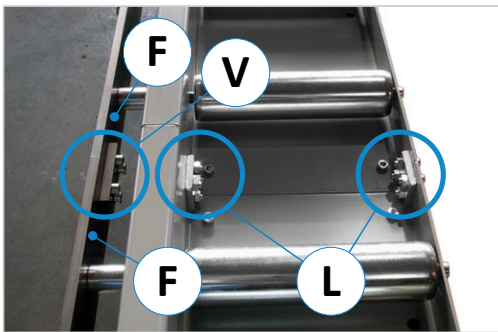

Abbildung 9: Segmente verbinden
- Danach müssen die gelieferten Rollenbahn-Segmente mit den Verbindungslaschen (L) durch Verschraubung miteinander verbunden werden (siehe ⇒ Abbildung 9).
Die vertikal montierten Führungs-Flachstähle (F) der Rollenbahn mit der angeschraubten Verbindungslasche (V) fest miteinander verschrauben (siehe ⇒ Abbildung 9). Beim Anbringen der Verbindungslasche (V) ist darauf zu achten, dass die Flachstähle exakt bündig zueinander fluchten → Der Luftspalt zwischen den Flachstählen sollte so gering wie möglich sein.
**EXAKT B:** Die Rollenbahn-Segmente werden (wie in ⇒ Abbildung 9 gezeigt) über die Verbindungslaschen (L) miteinander verschraubt. Danach muss noch C-Profil zur Führung des Anschlags an die Rollenbahn montiert werden. **Hinweis:** Das C-Profil wird an einem Stück für die gesamte Rollenbahnlänge geliefert.